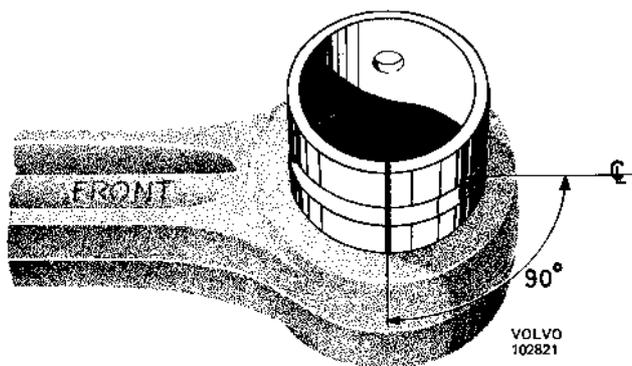

Fig. 41. Position de bague de pied de bielle
2. Mettre la nouvelle bague en place en se servant du même outil. REMARQUE : veiller à ce que la bague occupe la position indiquée sur la figure 41.